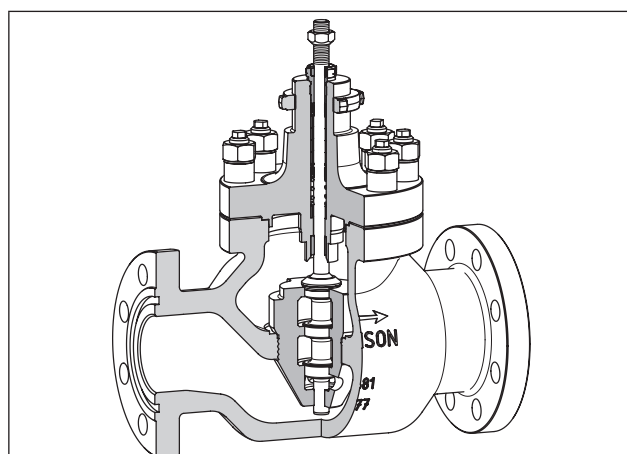

Bild 1: Durchgangsventil Typ 3251 mit AC-3-Garnitur
- **AC-3** (Bild 1) · Optimierte dreistufige Garnitur für Durchgangsventile Typ 3251 und Typ 3254 sowie Eckventile Typ 3256 in Nennweiten DN 15 bis 300 oder NPS ½ bis 12